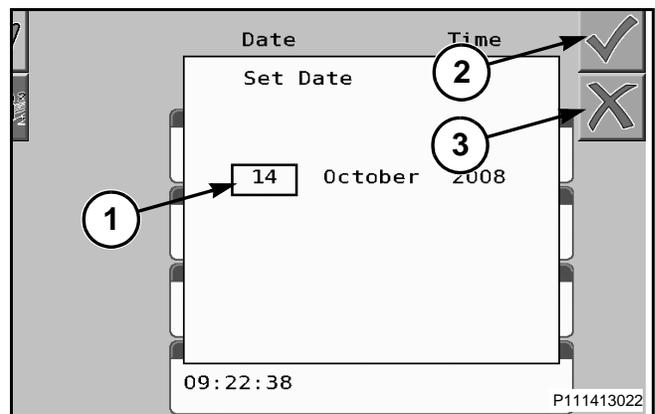

FIG. 90
FIG. 90: Para establecer la fecha, presione el botón de la rueda de selección para activar la casilla de día (1) y a continuación desplácese hasta el día correcto del mes. Presione el botón de la rueda de selección para ir a la casilla del mes y a continuación desplácese hasta el mes correcto del año. Presione el botón de la rueda de selección para ir a la casilla del año y a continuación desplácese hasta el año correcto. Presione el botón de la rueda de selección o la tecla rígida situada junto al icono de marca de verificación (2) para aceptar el ajuste. Para cancelar la selección, presione la tecla rígida situada junto al icono X (3).